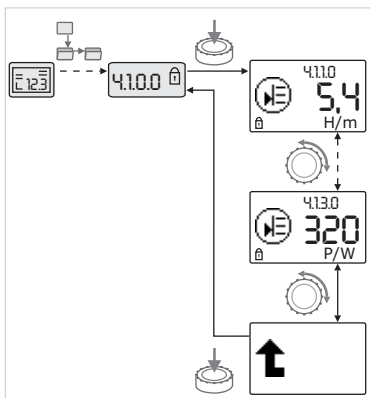

Fig. 40: Hentning af informationer
- Gå til menuelementer af typen "information" i den aktuelle undermenu ved at dreje på betjeningsknappen (se Fig. 40). Forklaringer til de indstillinger, der repræsenteres af symboler, se tabellen i kapitel 8.7 „Reference menuelementer“ på side 237.